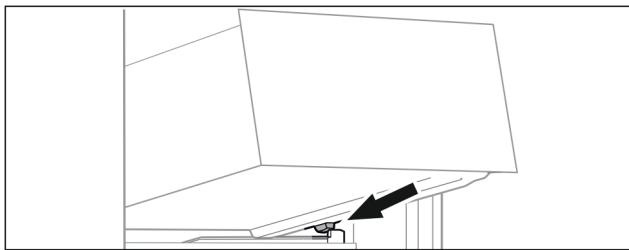

Fig. 71
- Așezați sertarul oblic în spatele opritoarelor pe nervura recipientului. (vezi Fig. 71)